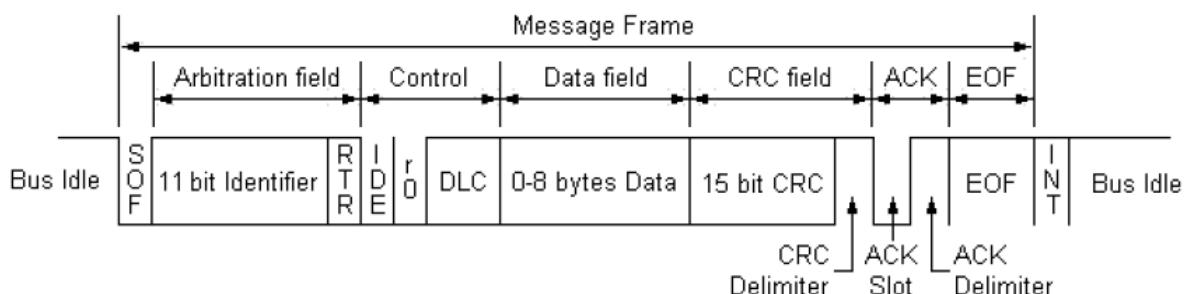

Figura 4: Composición trama de datos.
- Trama de datos: Este mensaje se subdivide a su vez en varios campos (Figura 4).